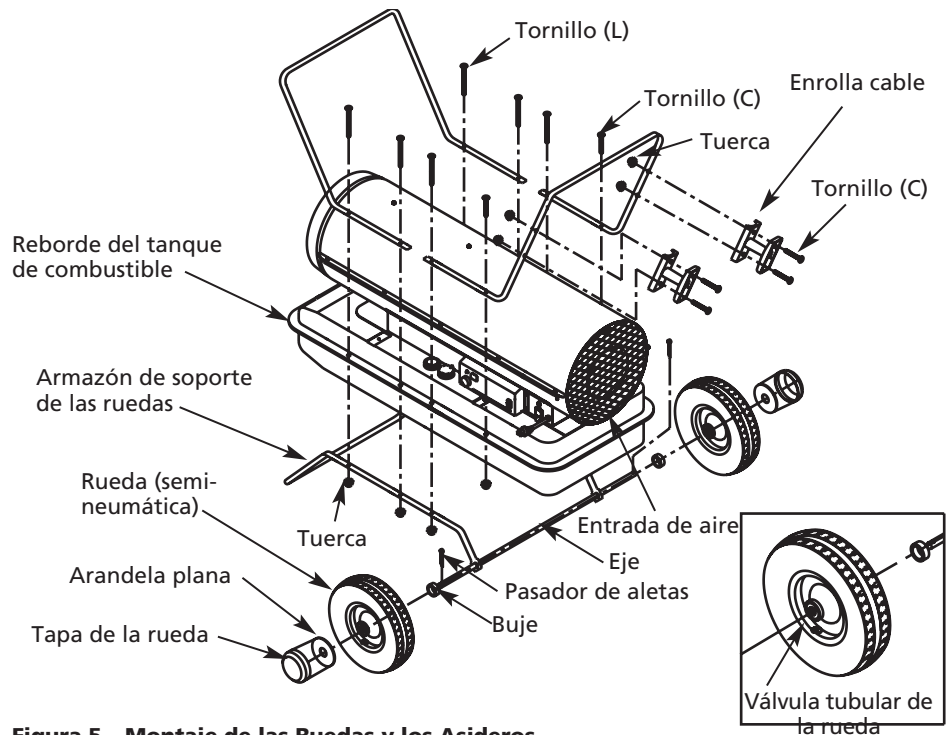

Figura 5 – Montaje de las Ruedas y los Asideros
**AVISO:** Cuando se instalan las ruedas, la válvula tubular debe quedar orientada hacia fuera en vez de hacia el armazón de soporte (Figura 5).
4. Coloque el calentador en el armazón de soporte de las ruedas. Asegúrese que el extremo de la entrada de aire (parte posterior) del calentador esté situado sobre las ruedas. Alinee los agujeros en el reborde del tanque de combustible. Inserte los tornillos a través de los asideros (frontal y posterior), el reborde del tanque de combustible y el armazón de soporte de las ruedas como se muestra en la Figura 5, e instale las tuercas, apretando éstas con los dedos, después de insertar cada tornillo.
7. Inserte los tornillos a través del enrolla cable y el asidero posterior como se muestra en la Figura 5, e